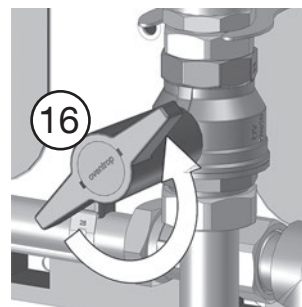

fig. 5.9: Abra la válvula de bola de corte del circuito del acumulador
13. **Abra la válvula de bola de corte (16).** El agua de calefacción entra en la estación (fig. 5.9 en la página 34).